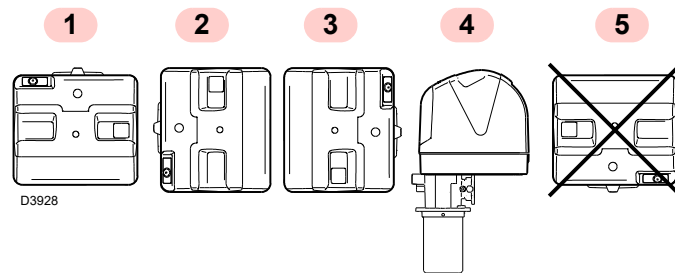

Fig. 9
- Il bruciatore è predisposto esclusivamente per il funzionamento nelle posizioni **1, 2, 3 e 4** (Fig. 9).